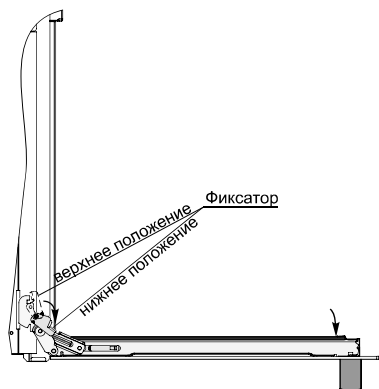

рис. 14
**Для снятия дверцы нужно (см. рис. 14,15,16):**
2. Повернуть фиксатор шарнира в крайнее нижнее положение см. рис. 14;